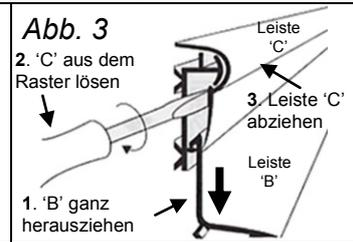

Abb. 3
- Merken Sie sich wie die 3 Leisten ineinander passen und trennen Sie diese jeweils der Länge nach, indem Sie zuerst 'B' wie in **Abb. 3** ganz nach unten ziehen und danach 'C' mit Hilfe eines flachen Schraubenziehers, an einem Ende, aus dem Raster lösen und dann abziehen.